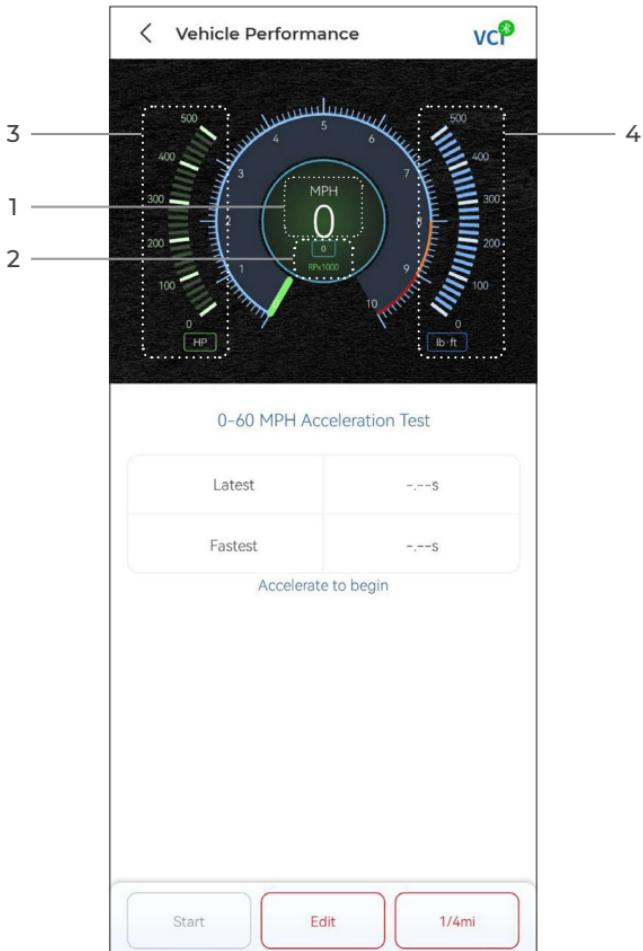

Figure 4-19
**Résultats des tests de 0 à 60 km/h** - enregistrer le temps écoulé pour qu'un véhicule accélère de 0 à 60 miles par heure (voir Figure 4-19). Les valeurs des vitesses de début et de fin peuvent être modifiées si vous le souhaitez.